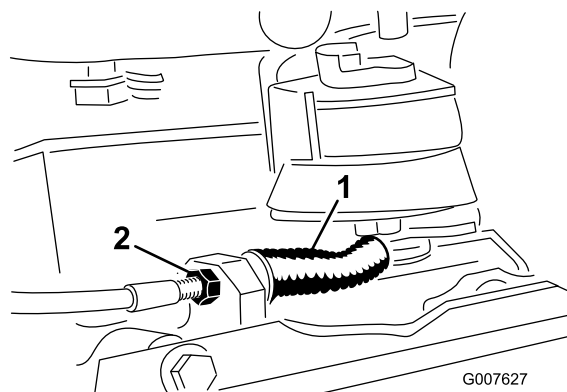

図 33
- ・ ケーブルの張りをゆるくするには、ケーブルの前ジャムナットをゆるめて後ジャムナットを締める (図 33)。必要に応じて上記ステップ1と2を繰り返して再調整する。
- ・ ケーブルの張りを強くするには、後ジャムナットをゆるめて前ジャムナットを締める (図 33)。必要に応じて上記ステップ1と2を繰り返して再調整する。